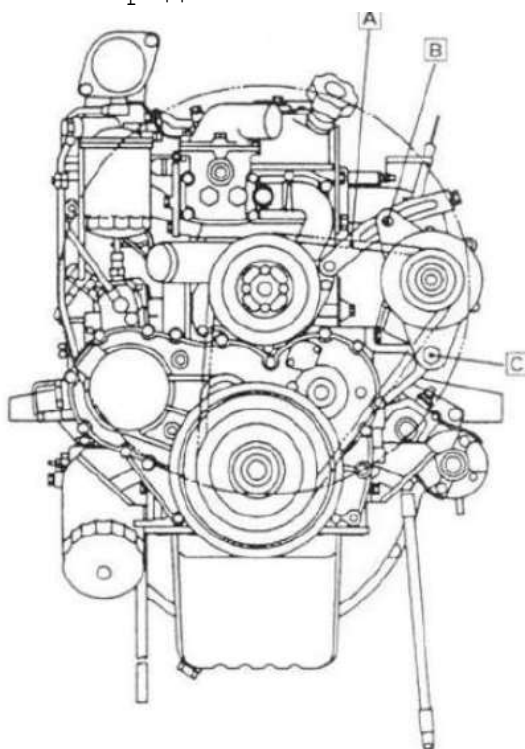

Рис. 1.7
(2) Отрегулировать ремень вентилятора и подтянуть его, если он ослаб. См. Рис. 1.7.